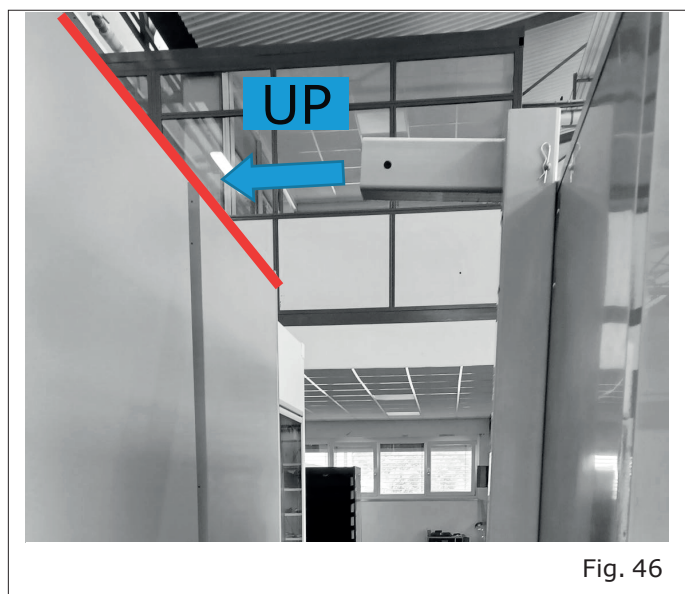
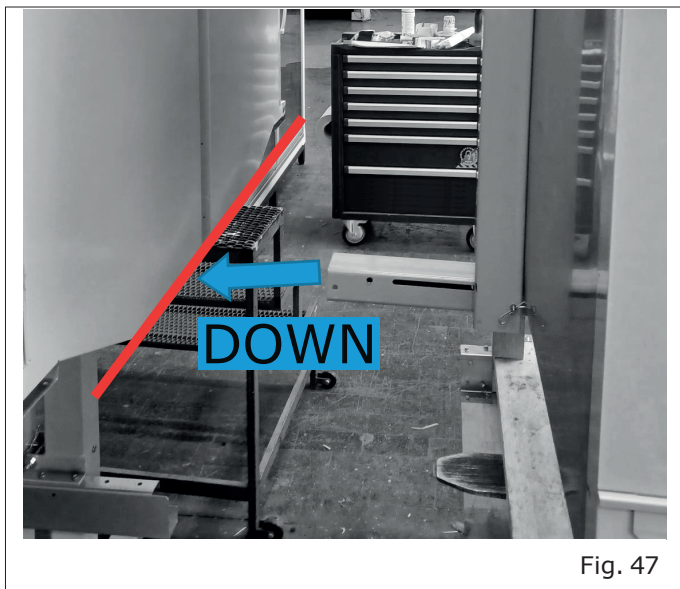

Fig. 46
Fig. 47
- Posizionare il mobile in modo tale che il longherone superiore sia sopra la linea del tetto della gondola ("Fig. 46") e che il longherone inferiore sia sotto la linea della vasca della gondola ("Fig. 47 , Pag. 31").